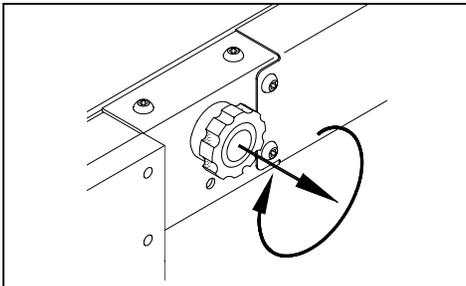

FIGURA 2-12: EN SENTIDO HORARIO CIERRA LA BARRERA FRONTAL
- b. Consulte la **Figura 2-12**. Compruebe que la barrera frontal esté levantada (cerrada). Si no está arriba, tire hacia FUERA del pomo de control de la barrera frontal y gírelo en sentido HORARIO. Cuando se vaya a transportar un pasajero desde el suelo hasta el vehículo, siga las Normas de seguridad que se indican al principio de este capítulo.
- b. Consulte la **Figura 2-12**. Compruebe que la barrera frontal está cerrada (totalmente levantada). Si no está arriba, tire hacia FUERA del pomo de control de la barrera frontal y gírelo en sentido HORARIO.